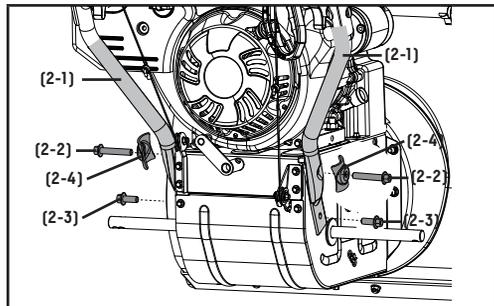

Figure 2
1. Fixez la poignée inférieure (2-1) au bâti de l'appareil avec les boulons (2-2) (Figure 2). Répétez pour l'autre côté.